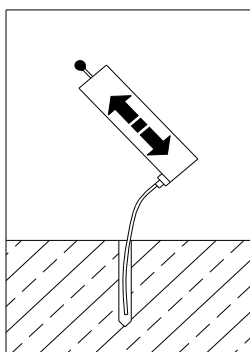

Fig. 9
- Veeg het boorgat na het boren goed schoon met een correcte borstel en blaas daarna het boorgat schoon met een blaasbalg (Fig. 9).